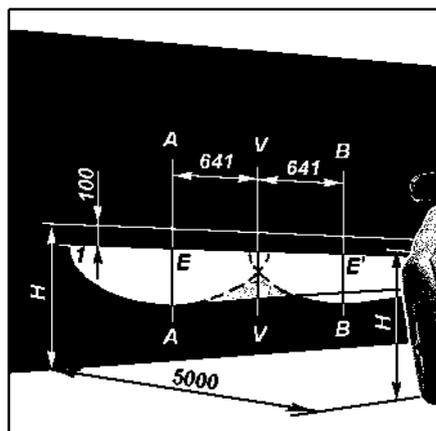

Рис. 9.33. Разметка экрана для регулировки противотуманных фар:
**Противотуманные фары.** Регулировка противотуманных фар осуществляется винтом 1 (рис. 9.32) при помощи ключа  $S=5$  или Torx T20. Установите фару в положение, при котором светотеневая граница совпадает с линией 1 (рис. 9.33).